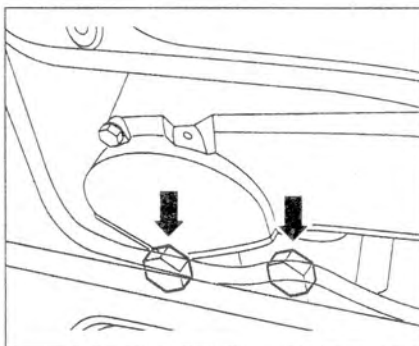

Рис. 5.14. Открутите болты крепления (стрелки) через отверстие рычага переключения передач.
- 3. Открутите болты крепления (стрелки) через отверстие рычага переключения передач (рис. 5.14).